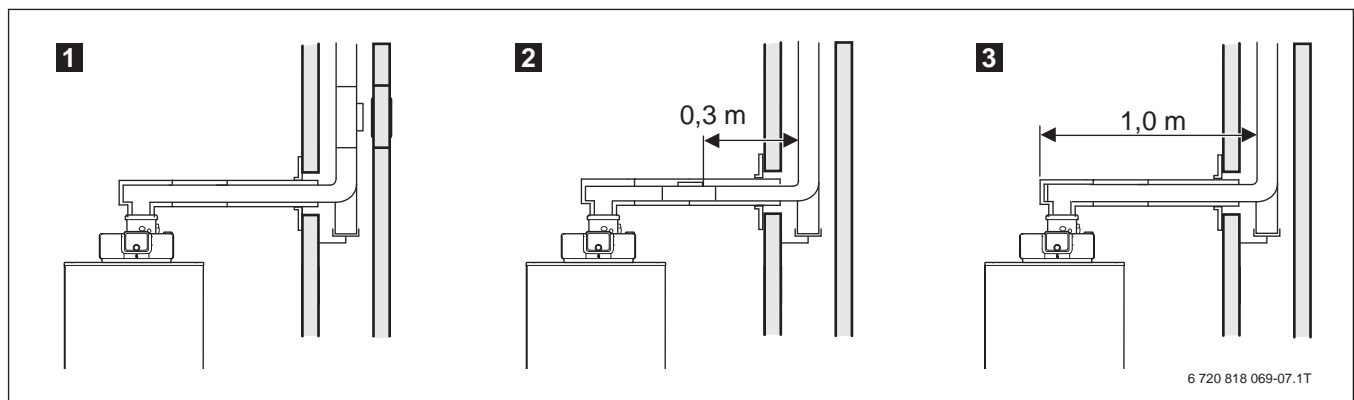

Bild 45 Abgasabführungen über 4 m Länge
- 1** im senkrechten Teil der Abgasanlage direkt oberhalb der Einführung des Verbindungsstücks (→ Bild 45)
- 2** seitlich im Verbindungsstück höchstens 0,3 m entfernt von der Umlenkung in den senkrechten Teil der Abgasanlage (→ Bild 45)
- 3** an der Stirnseite eines geraden Verbindungsstückes höchstens 1,0 m entfernt von der Umlenkung in den senkrechten Teil der Abgasanlage (→ Bild 45).